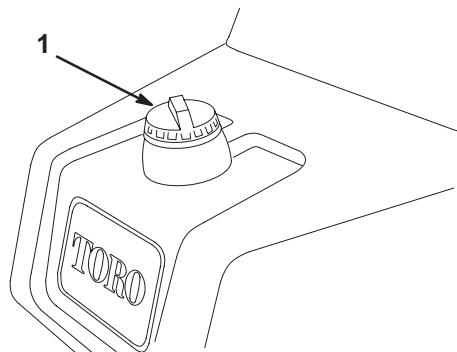

Figure 16
1. Nettoyez la surface autour du bouchon du réservoir de carburant et enlevez le bouchon (Fig. 16). Ajoutez suffisamment d'essence ordinaire sans plomb pour que le niveau se trouve à 25 mm au-dessous de la base du goulot de remplissage. L'espace au-dessus doit rester vide pour permettre à l'essence de se dilater. Ne remplissez pas le réservoir complètement.